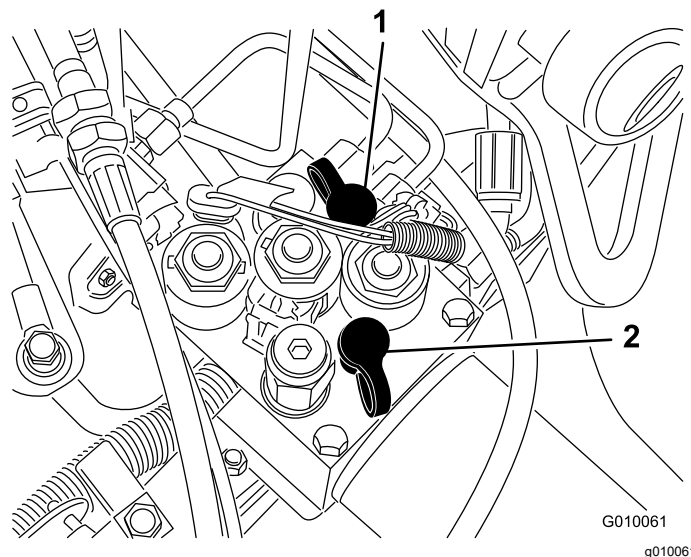

Figura 65
- El punto de prueba G 2 (Figura 65) se utiliza para localizar problemas en el circuito de carga de tracción.
- El punto de prueba G 1 (Figura 65) se utiliza para localizar problemas en la presión del circuito de elevación.